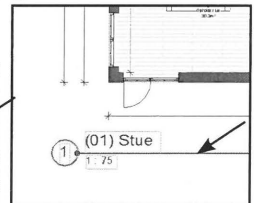

Fig. 03.56. Marker *View Title*.
- Marker en eksisterende *View Title* (Fig. 03.56).